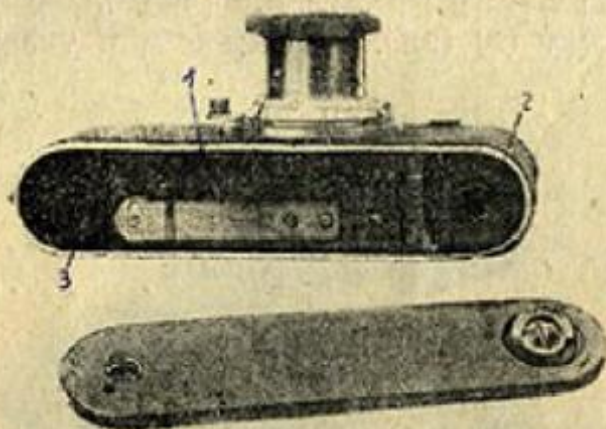

Рис. 6.
Рис. 6 изображает аппарат со снятой нижней крышкой. Внутри аппарата видно расположение корпуса механизмов (1), положение кассеты (2) и наматывающей катушки (3). Отложив снятую нижнюю крышку в сторону, нужно захватить выступающую накатанную часть кассеты пальцами и